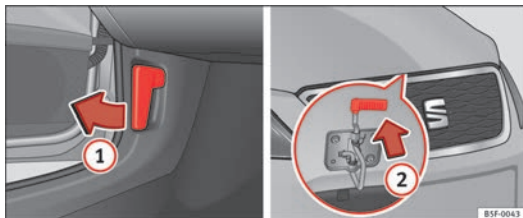

Fig. 153 Alavanca de desbloqueio no espaço para os pés do condutor e alavanca de baixo do capot
- Puxe a alavanca que existe por baixo do painel de instrumentos no sentido da seta ① ⇒ Fig. 153.
- Faça pressão em sentido ascendente sobre a saliência situada debaixo do capot ⇒ Fig. 153 ②. Ao fazê-lo, o gancho de fixação fica desbloqueado.